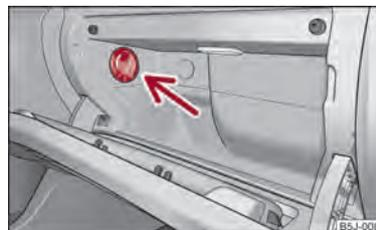

Fig. 64 Scomparto portaoggetti: uso della refrigerazione
- Inserire o disinserire la refrigerazione con l'interruttore ⇒ fig. 64.